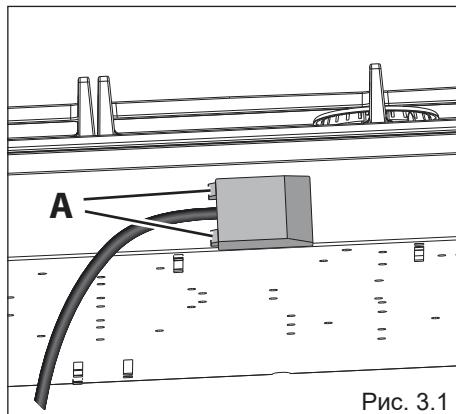

Рис. 3.1
- Снимите с крючков крышки щитка с зажимами, подведя отвертку под два крючка "A" (Рис. 3.1).